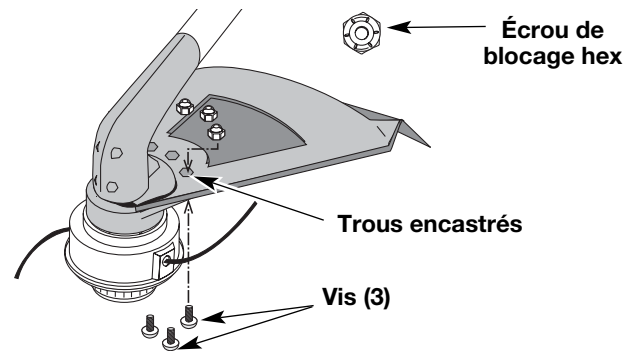

Fig. 3
1. Placez l'écran de l'accessoire de coupe sur le logement de l'arbre. Veillez à ce que la patte d'attache de l'écran glisse dans l'encoche au bord de l'écran de coupe. Tournez l'écran dans le sens contraire des aiguilles d'une montre (Fig. 3) pour le mettre en place. Les trous dans la patte d'attache de l'écran et l'accessoire de coupe s'aligneront.
2. Placez un écrou de blocage hex dans l'un des trois trous encastré, sur le dessus du protecteur d'accessoire de coupe (Fig. 3).
3. Introduisez une vis dans le trou du bas du protecteur d'accessoire de coupe et vissez-la dans l'écrou posé à l'étape 2 (Fig. 3). Évitez de serrer.